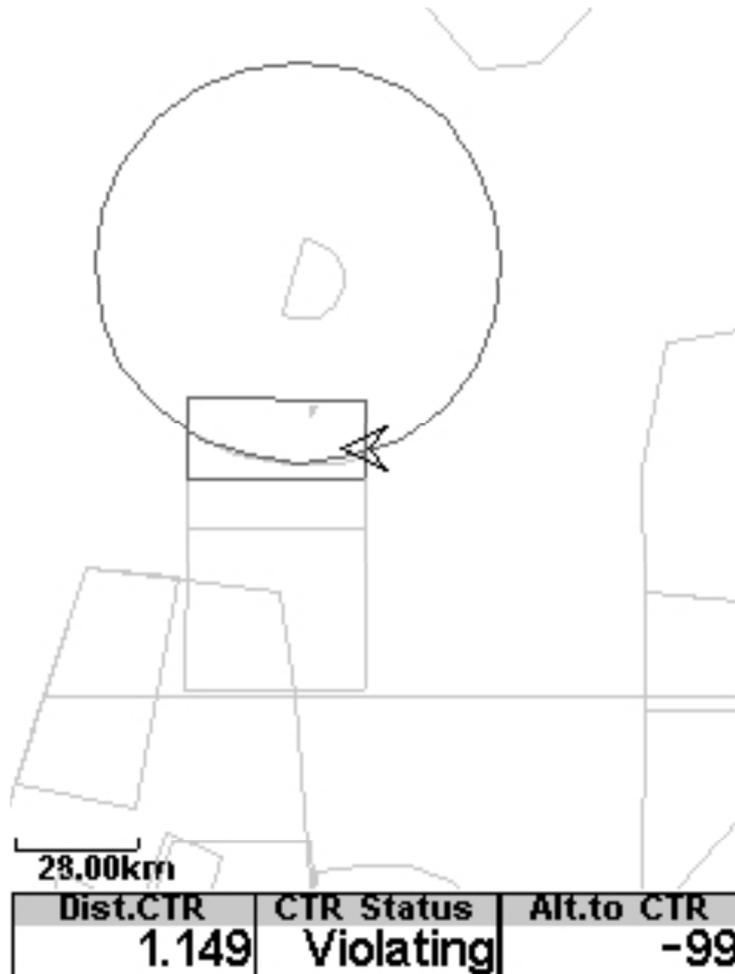

Abbildung 5.10 Luftraum Karte und die zugehörigen Datenfelder
Wenn das Element der Abbildung 5.9 in einem Layout (über die Software Flymaster Designer) eingesetzt wurde, wird eine 2D-Karte (Feld) auf dem Display angezeigt. Auf der Unterseite der Karte links ist der Maßstab in Km und in der Mitte der angegebenen Karte ist ein Pfeil (siehe Abbildung 5.10) zu sehen. Dieser Pfeil steht für die Position des Piloten und dessen Flugrichtung. Die Karte ist immer nach Norden (Norden ist oben) ausgerichtet.
Nachdem der Flug begonnen wurde, wird die Karte neu gezeichnet, mit einem Pfeil (Pilot), der die Bewegung auf der Karte und die relative Position des Piloten zu jedem der Lufträume zeigt. Wenn der Pilot außerhalb eines sichtbaren Bereich des Luftraumes ist, wird die Luftraum-Grenzlinie grau angezeigt. Ist der Pilot innerhalb des Luftraumes, wird die Grenzlinie des Luftraumes schwarze angezeigt. Beachten Sie, wenn sie in einem Luftraum (2D) sind, so bedeutet das nicht, dass der Luftraum verletzt wird, da sich der Pilot über oder unter dem eingeschränkten 3D-Luftraum (FL) befinden kann. Um mehr Informationen über mögliche Luftraum Verletzung zu bekommen, sollten einige Datenfelder in das Layout eingefügt werden. Diese Daten Felder sind, Entfernung zum CTR, Höhe bis CTR, und CTR-Status (siehe Abbildung 5.10).